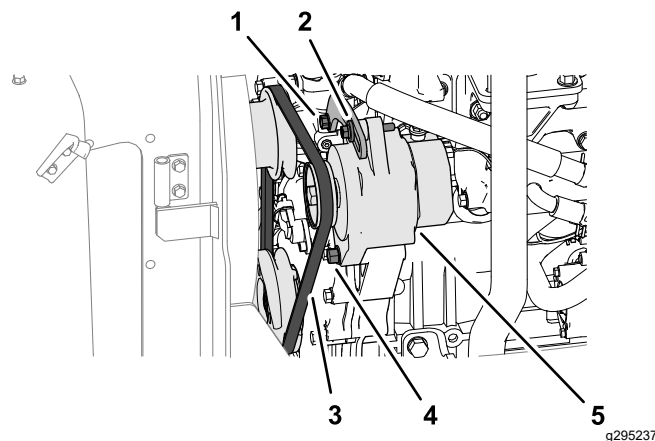

Figura 69
1. Applicate una forza di 10 kg sulla cinghia dell'alternatore (Figura 69), al centro tra le pulegge.
- Se l'inflessione della cinghia è minore di 10 mm, allentate il bullone orientabile dell'alternatore e il bullone della tensione (Figura 69), e riducete la tensione della cinghia.
- Se l'inflessione della cinghia è maggiore di 10 mm, allentate il bullone orientabile dell'alternatore e il bullone della tensione (Figura 69), e aumentate la tensione della cinghia.
Nota: Se necessario, allentate il bullone della staffa della tensione (Figura 69).
3. Serrate i bulloni (Figura 69).